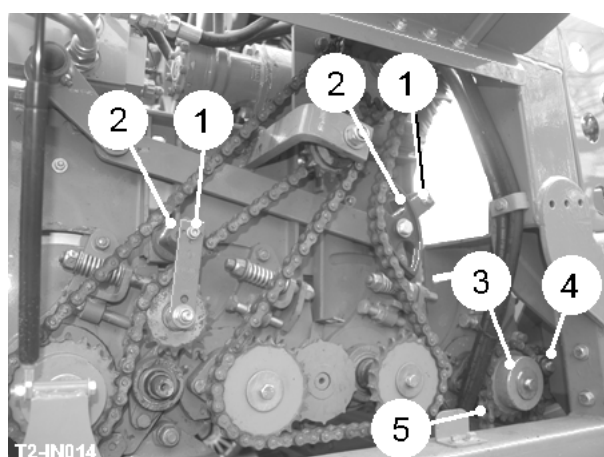

Fig 17
La tension de la chaîne de la promenade peut être mise en diffusant le verrou (item 1, fig 17), en tournant l'installation du tensioner (item 2, fig 17).
L'unité du transfert de l'Oméga nourrit la récolte sur les tissus du propagateur ou tissu du transfert (selon spécification de la machine). L'unité consiste en une ligne de manuscrits du polyuréthane (item 3, fig 17) et une motte de l'acier rouleau (item 4, fig 17). La vitesse de l'unité est mise en phase terminale du service. La motte la hauteur du rouleau devrait être configurée pour donner la meilleure alimentation sur le tissu suivant. La chaîne de la promenade (item 5, fig 17) est ajustée en diffusant le moteur monter des verrous et tourner le moteur dans la fente de l'installation.